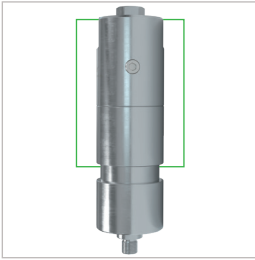

Abbildung 2
- ▶ An beweglichen Teilen ist keine Befestigung zulässig. Befestigen Sie den Kupplungskörper nur im dafür vorgesehenen Bereich (in *Abbildung 2* grün markiert).